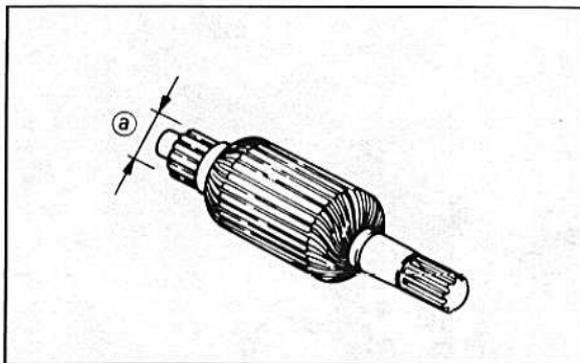

Bild 400
- Die Oberfläche des Kollektors prüfen. Diese muss glatt und glänzend sein. Sind Riefen oder verbrannte Stellen vorhanden, kann der Kollektor bis zu einem Durchmesser von 27,0 mm nachgedreht werden (Bild 400).